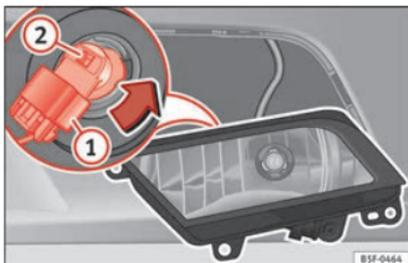

Fig. 97 Phare antibrouillard.
- Retirez le connecteur » fig. 97 ① de l'ampoule.
- Tournez le support d'ampoule » fig. 97 ② vers la gauche puis tirez.